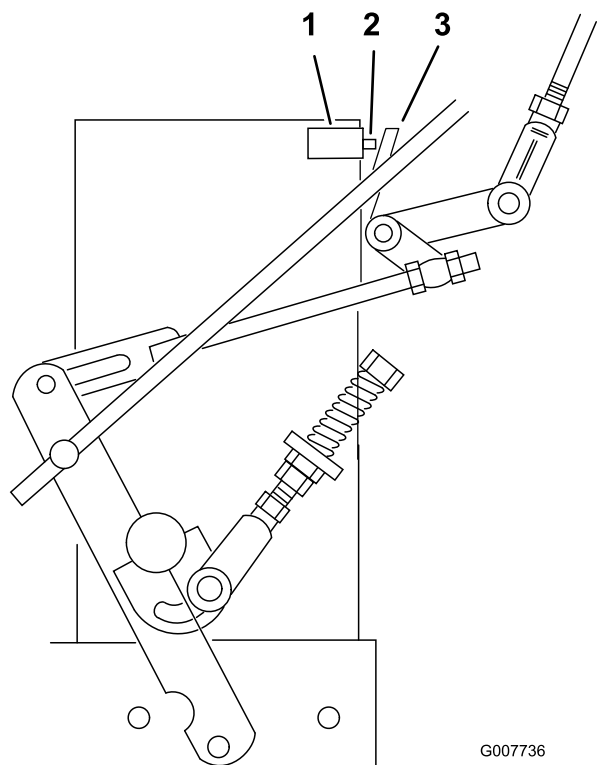

Figura 31
7. Verificate che il microinterruttore di sicurezza sia premuto e che tra l'aletta attuatrice e il microinterruttore vi sia uno spazio di 8 mm. (Figura 31).
8. Se necessario, regolate la posizione del microinterruttore in modo tale da ottenere uno spazio di 8 mm (Figura 31).